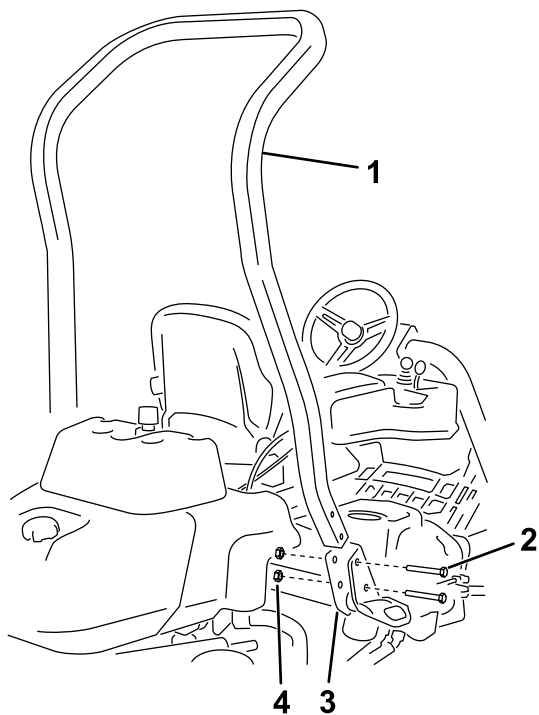

Bild 3
3. Befestigen Sie den Überrollbügel mit vier Schrauben ($\frac{1}{2}$ " x $3\frac{3}{4}$ "") und vier Bundmuttern ($\frac{1}{2}$ "") an den Halterungen für den Überrollschutz an jeder Seite der Maschine, wie in Bild 3 abgebildet.